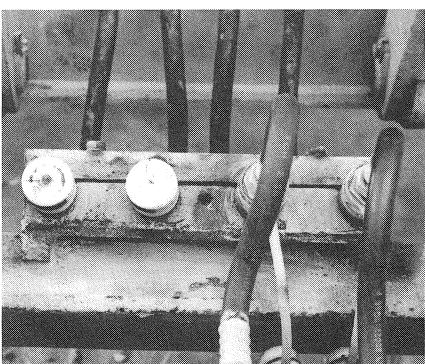

Bild 26
- Die nicht besetzten Schnellkupplungen müssen gegen Verschmutzung geschützt werden. Staubkappen aufschrauben (Bild 26).
- Unused rapid action couplings have to be protected against dirt. Screw on dust caps (Fig. 26).
- Protéger les accouplements rapides non raccordés contre l'encrassement. Visser les chapeaux antipoussières (fig. 26).